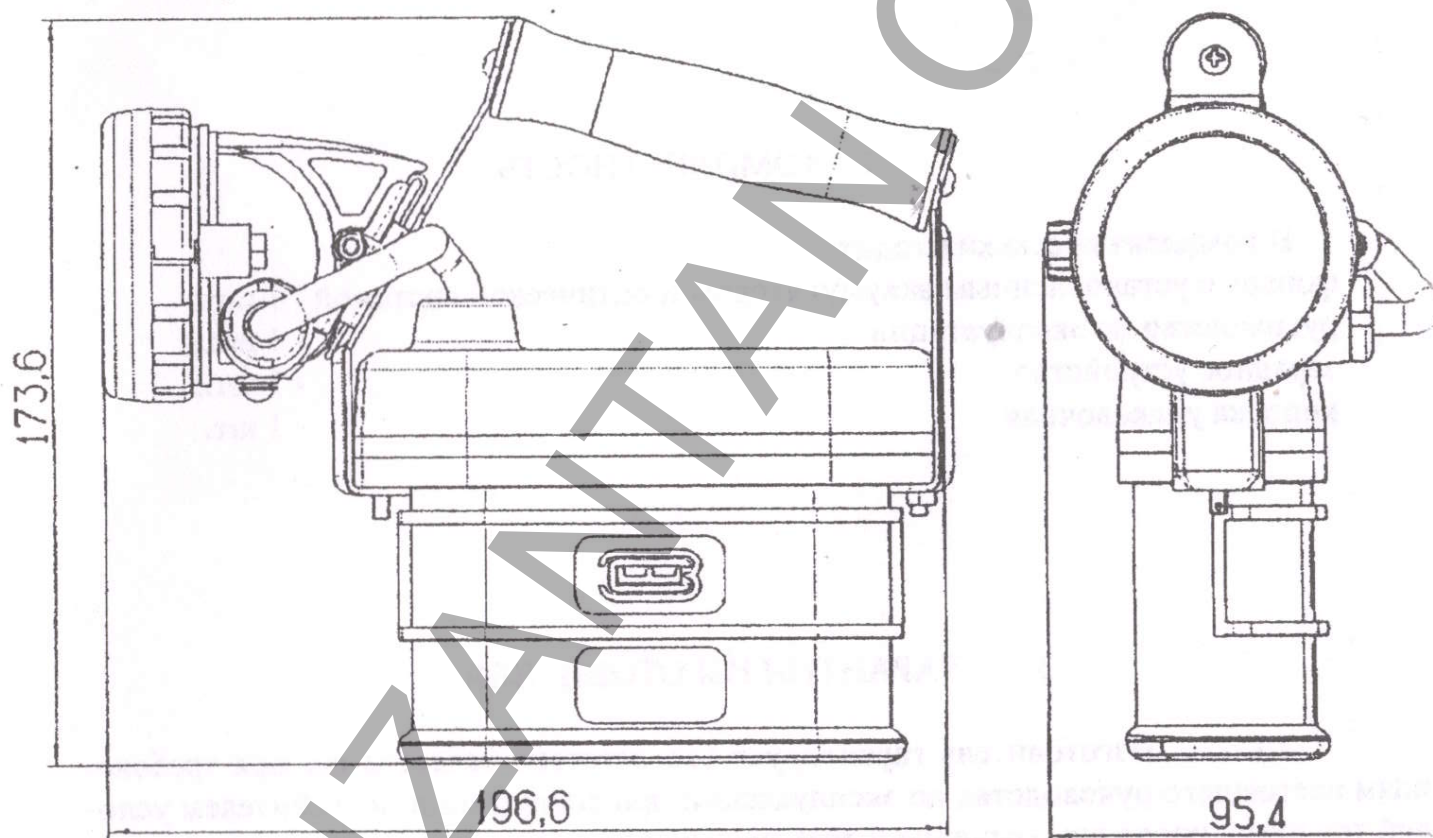

Рис. 1
1.3.1 Фонарь (рис.1) состоит из корпуса, фары, соединительного шнура. Внутри корпуса расположен аккумулятор.